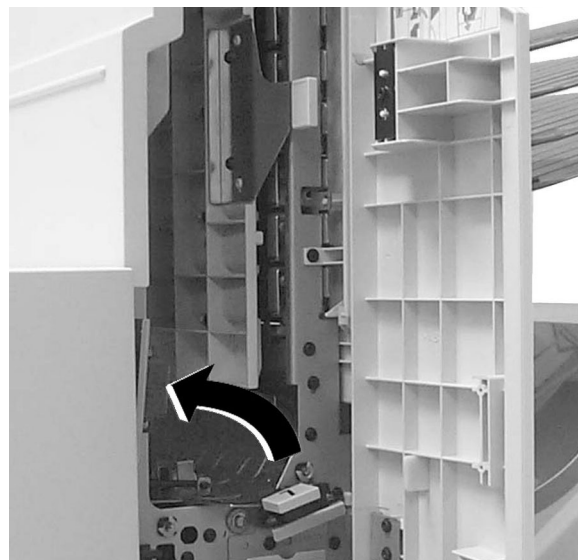

Figura 14: Modo de tirar de la palanca 7
- 2** Levante la palanca 7 hasta que se asiente en posición (Figura 14).